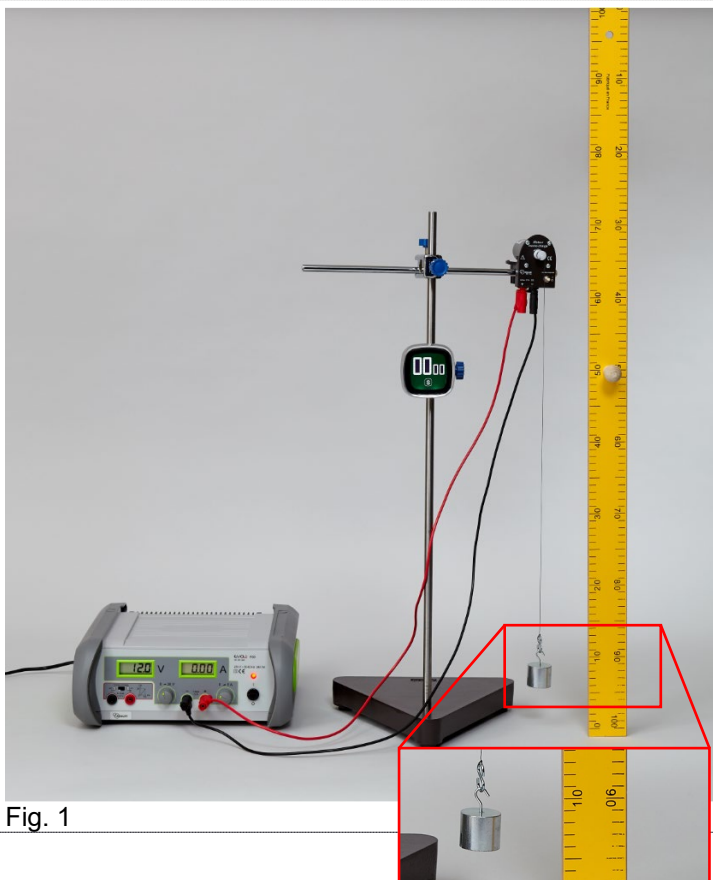

Fig. 1
- ▶ Suspendre une masse de 200 g et repérer sa position initiale sur la règle (fig. 1).